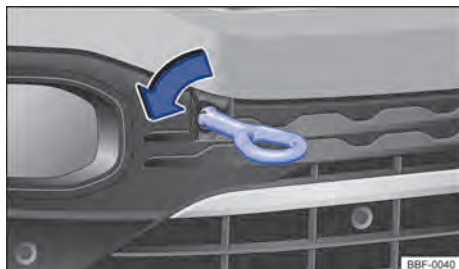

Fig. 160 No para-choque dianteiro à direita: rosquear a argola de reboque.
- Rosquear a argola de reboque tão firme quanto possível **no sentido anti-horário** no alojamento → **Fig. 160**  → . Utilizar um objeto